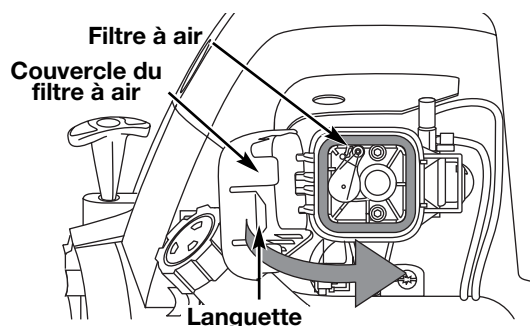

Fig. 31
8. Pivotez le couvercle vers la droite jusqu'à ce que la languette du couvercle du filtre s'enfonce d'un déclic dans la plaque arrière (Fig. 31).